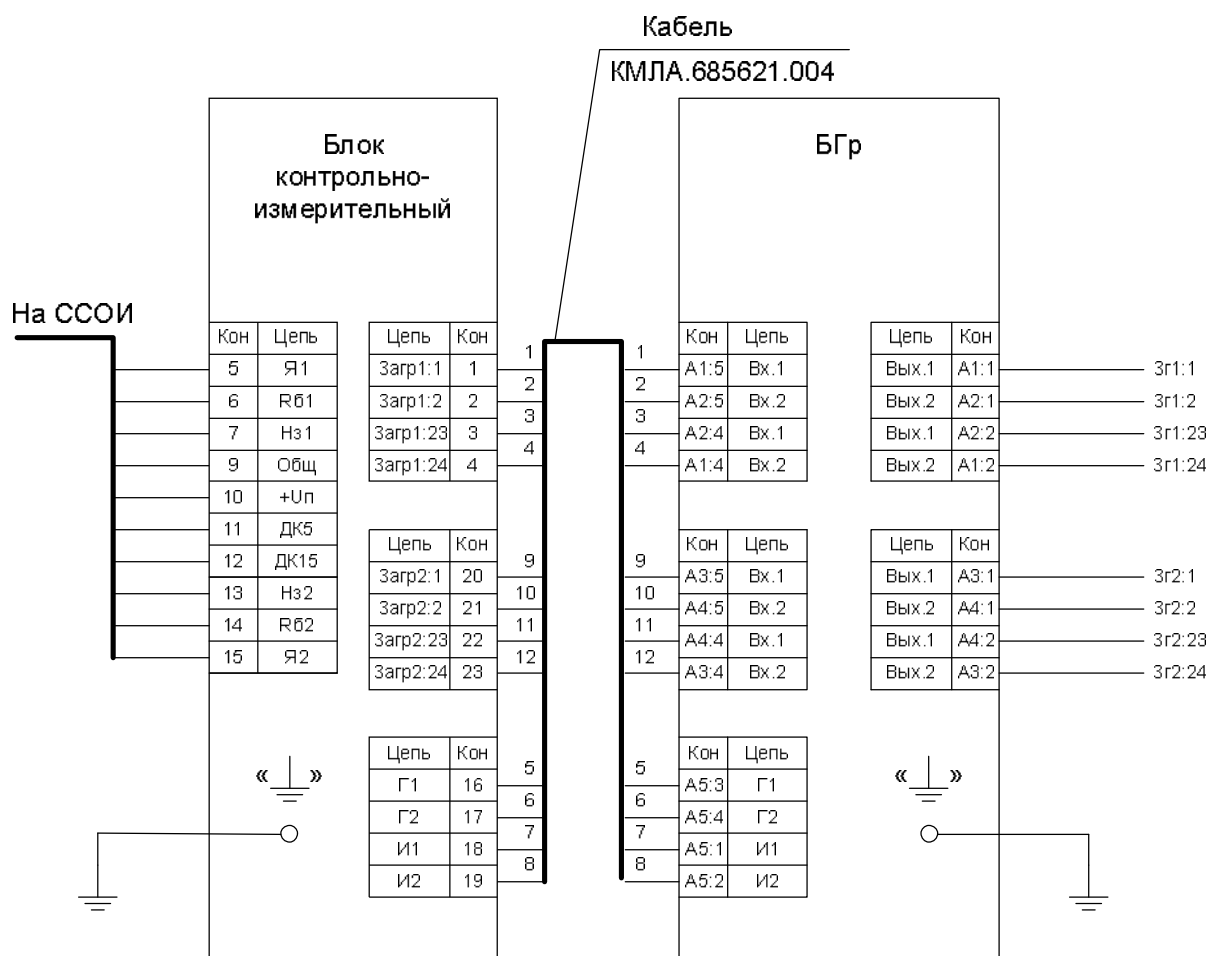

Рисунок 2.1. Схема подключения СО «Бирюса-М».
2.4.1.2. Включить электропитание СО. Снять крышку БКИ и проконтролировать напряжение питания СО на контактах 9 и 10 БКИ (см. рисунок 2.1) при помощи тестера (в режиме измерения постоянного напряжения). Измеренная величина с учётом эксплуатационного запаса должна быть в пределах 23 - 27В. В процессе эксплуатации СО напряжение питания должно соответствовать значениям, приведенным в 1.1.5.